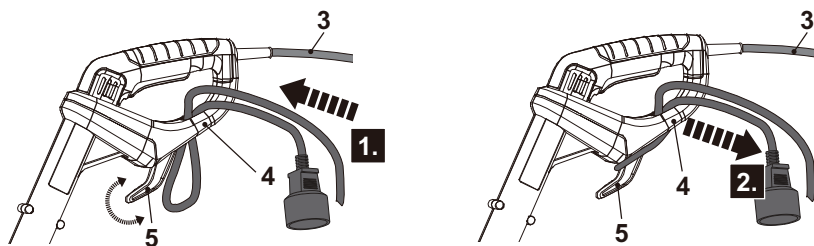

Fig. 2
1. Rode o recipiente do cabo (rotativo) (5) e assegure que a ponta do recipiente do cabo (rotativo) (5) está apontada para a frente.
2. Dobre o cabo de extensão para trás, cerca de 40 cm a partir da extremidade, e direcione o laço através do orifício da proteção traseira (4) (Fig. 2, passo 1).
3. Passe-o por cima do retentor de cabo (5) e puxe cuidadosamente o cabo para assegurar que fica bem preso (Fig. 2, passo 2).